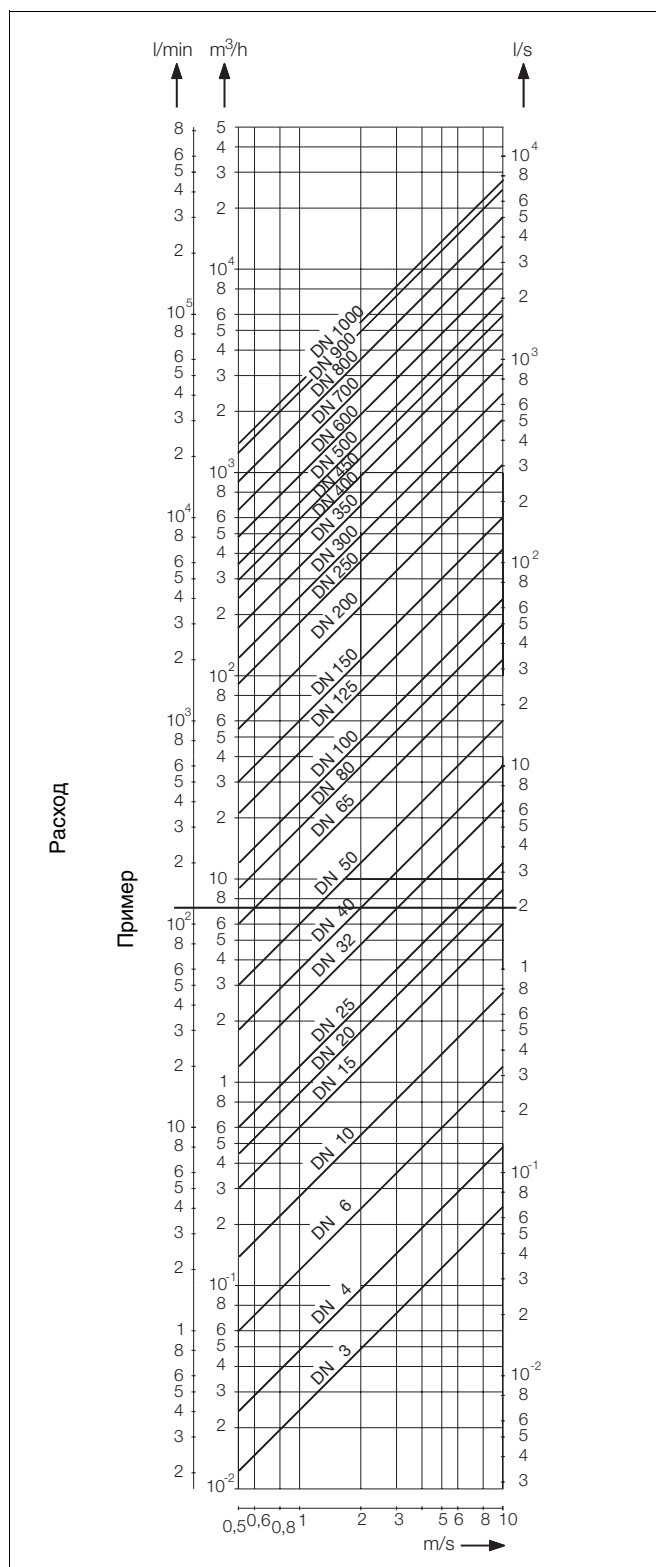

Рис. 5: Номограмма диапазона измерения расхода для DN3 - DN1000.
2. Определите скорость потока с помощью приведенной на Рис. 5 номограммы диапазона измерения расхода.